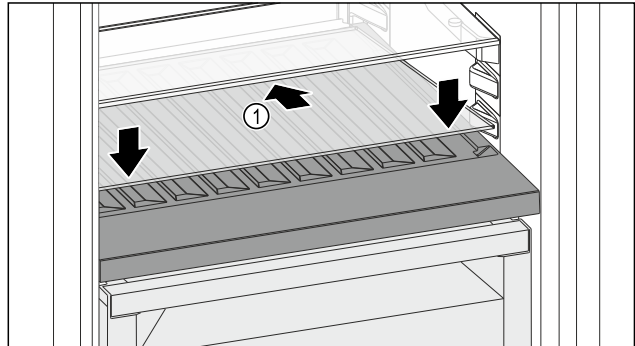

Fig. 179
- Placer la plaque de verre Fig. 179 (1) en biais et inclinée vers le bas.
- Abaisser l'avant de la plaque de verre Fig. 179 (1).